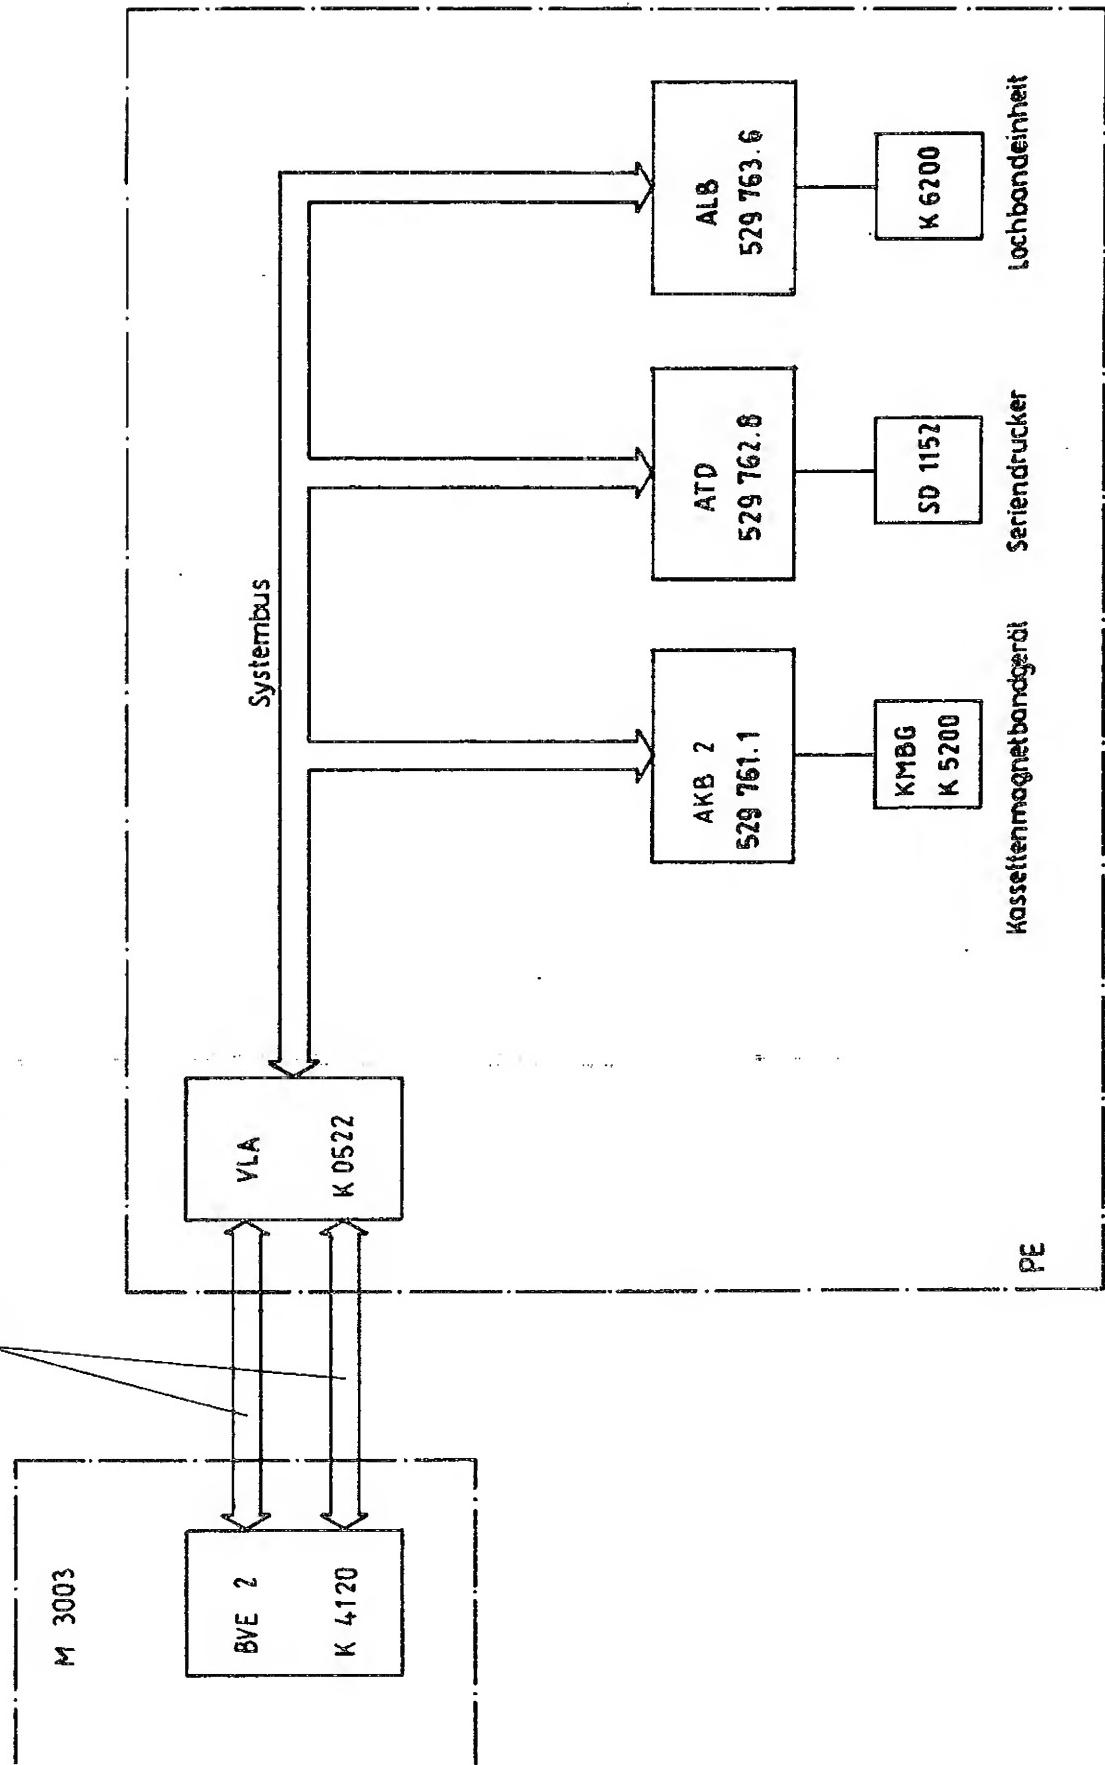

Bild 3 Prinzipschaltbild Peripherieerweiterung M 3501
Der prinzipielle Aufbau der PE M 3501 ist aus dem Prinzipschaltbild (Bild 3) ersichtlich. Im Automatenkern des Leiterkartentesters M 3003 ist auf einem dafür vorgesehenen Steckplatz die Busverstärkerinheit BVE2-K 4120 eingesetzt. Über zwei Verbindungskabel 1 LTG K 0251 und den Kabeladapter VLA K 0522 wird der Systembus der PE direkt an den Rechner K 1520 im M 3003 angekoppelt. Somit können Daten, Adressen und Steuersignale vom Automatenkern (AK) des M 3003 auch in der PE wirksam werden und die entsprechenden peripheren Geräte ansteuern. Die Baugruppen Anschlußsteuerung für Kassettenmagnetbandgeräte (AKB 2), für den Seriendrucker (ATD) und für die Lochbandeinheit (ALB) dienen zur elektronischen Anpassung des jeweiligen Gerätes an den Systembus. Außerdem wird auf diesen Baugruppen die Adresdekodierung vorgenommen. Die Adressen der einzelnen Geräte sind für das Programm bereits festgelegt und dürfen nicht mehr verändert werden.